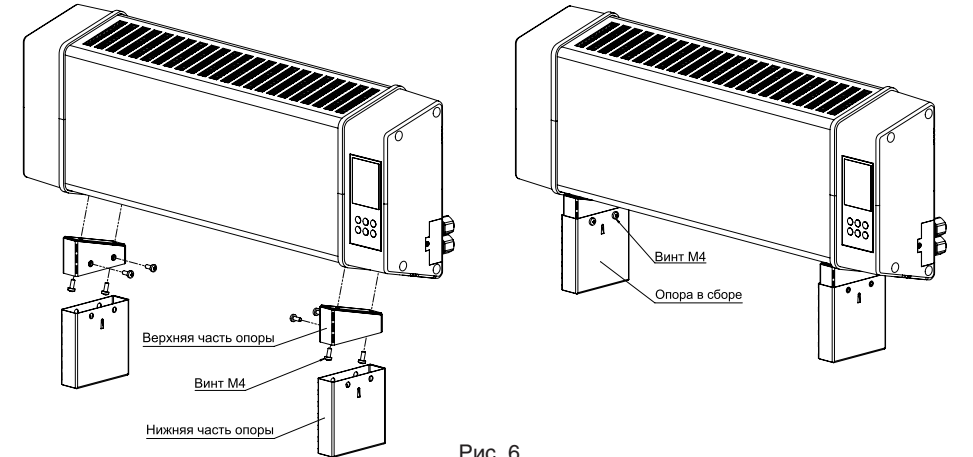

Рис. 6
- вставьте конвектор в сборе с верхними частями опор в нижние и закрепите винтами М4 (смотри рисунок 6 справа).